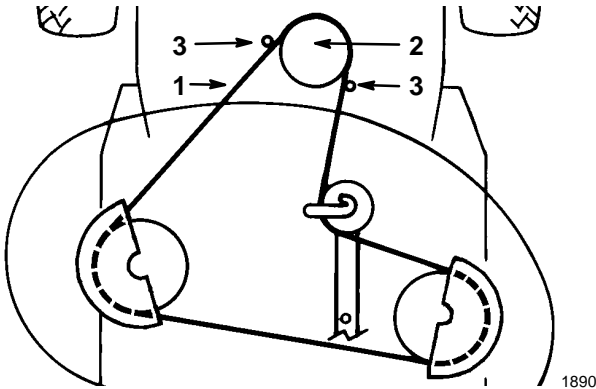

Figure 43
14. Retirer la courroie d'entraînement des lames de la poulie motrice inférieure (Fig. 43). En procédant prudemment, il est possible d'écarter les guide-courroie de la poulie juste assez pour enlever la courroie. Si c'est trop difficile, desserrer les boulons et écrous de fixation des guide-courroie.
4. Passer la courroie d'entraînement des lames sur la poulie motrice inférieure (Fig. 43). En procédant prudemment, il est possible d'écarter les guide-courroie de la poulie juste assez pour passer la courroie. Si c'est trop difficile, desserrer les boulons et écrous de fixation des guide-courroie.